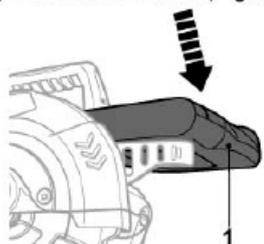

Fig. 45
- > Abaissez la poignée [1] et tirez sur le boulon de verrouillage [23] pour le sortir de sa position verrouillée (Fig. 45, 46).